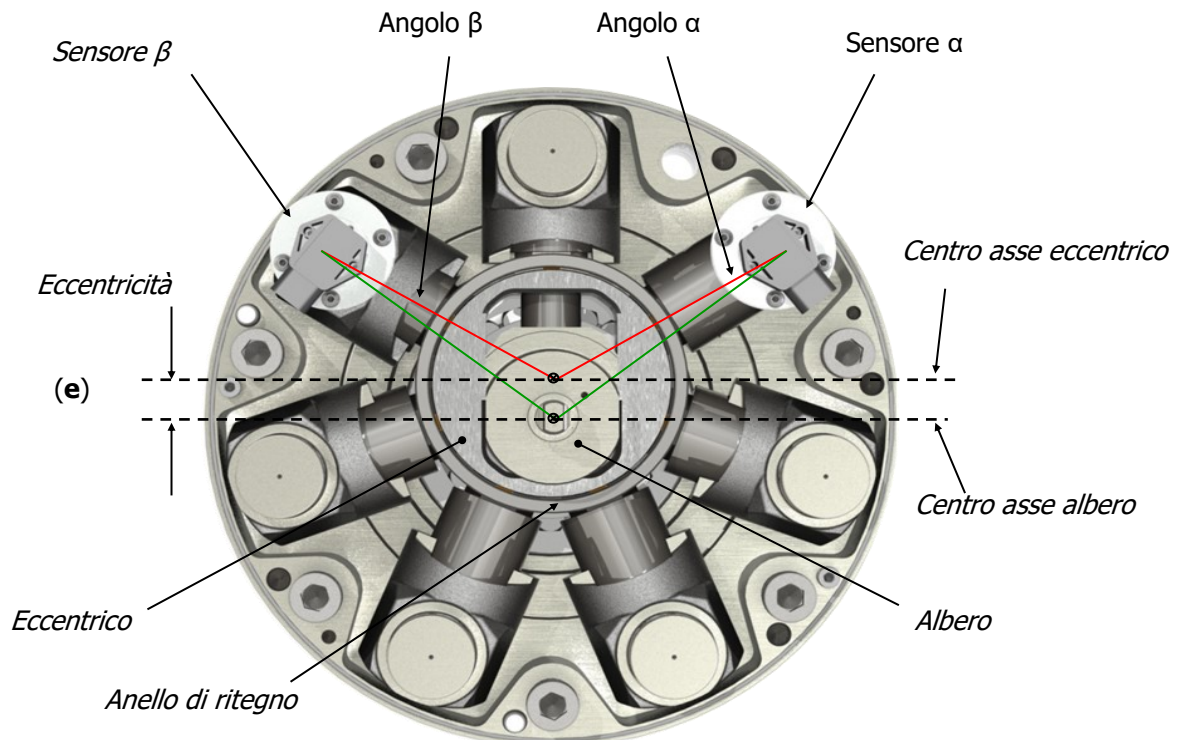

Fig.1: Simboli e nomenclature
Con riferimento alla figura 4: i sensori angolari Alpha e Beta (2), posizionati in corrispondenza di due cilindri, ne rilevano l'oscillazione angolare rispetto alla retta che interseca l'asse di rotazione dei codoli con l'asse albero (vedere anche gli angoli Alpha e Beta in Fig.1). Il controller (3) riceve i due segnali angolari e determina, tramite un algoritmo, il valore dell'eccentricità e conseguentemente il valore della cilindrata. Il processo è elaborato ad elevata frequenza di acquisizione, ciò garantisce il massimo controllo della cilindrata in ogni condizione operativa.